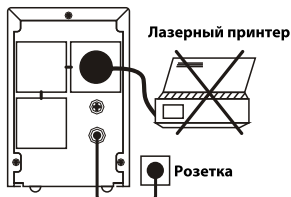

Рисунок 5
- ☆ Не подключайте лазерный принтер или другие не относящиеся к компьютеру периферийные устройства в ИБП. (рисунок 5).